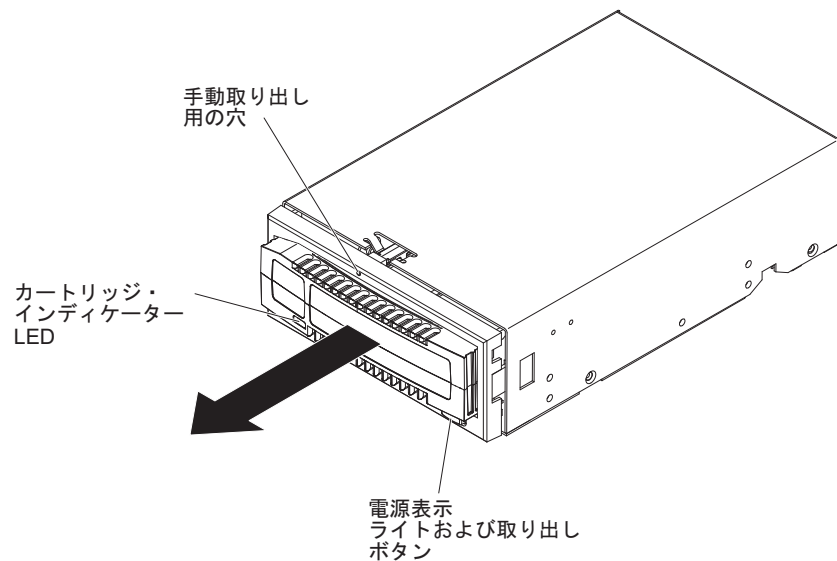

図 10. カートリッジの取り出し
- ドライブの取り出しボタン（15 ページの図 10を参照）を、少なくとも 0.5 秒間押します。
- 停電の場合や、他のカートリッジ取り出し方法では取り出すことができない場合は、手動取り出し用の穴 (図 10を参照) を使用します。